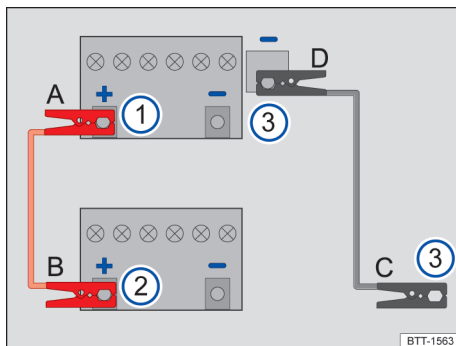
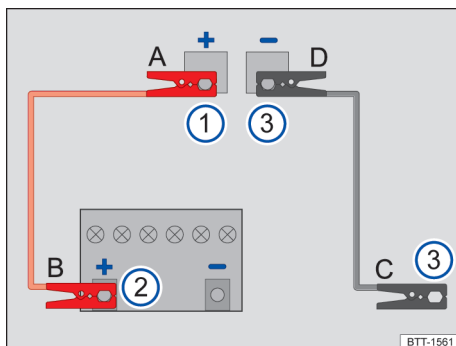

Fig. 214 Esquema para a conexão dos cabos auxiliares de partida (bateria do veículo 12 V no compartimento do motor).
Fig. 215 Esquema para a conexão dos cabos auxiliares de partida no veículo que presta auxílio à partida (bateria do veículo 12 V no compartimento de bagagem).
Legenda para Fig. 214 e Fig. 215:
Conectar o cabo auxiliar de partida somente na sequência **A – B – C – D** → Fig. 214.
- Conectar uma extremidade do cabo auxiliar de partida *vermelho* ao polo positivo (+) do veículo com a bateria do veículo 12 V descarregada → Fig. 214 ① → ▲.
- Conectar a outra extremidade do cabo auxiliar de partida *vermelho* ao polo positivo (+) do veículo fornecedor de corrente → Fig. 214 ②.
- Conectar a outra extremidade do cabo auxiliar de partida *preto* → Fig. 214 ③ do veículo híbrido com a bateria 12 V descarregada, de preferência, a um ponto de auxílio à partida (ponto de aterramento), ou então, a uma peça maciça de metal parafusada firmemente com o bloco do motor ou ao próprio bloco do motor → ▲.
Conectar o cabo auxiliar de partida somente na sequência **A – B – C – D** → Fig. 215.
- Conectar uma extremidade do cabo auxiliar de partida *vermelho* ao ponto de auxílio à partida (polo positivo) (+) do veículo com a bateria do veículo 12 V descarregada → Fig. 215 ① → ▲.
- Conectar a outra extremidade do cabo auxiliar de partida *vermelho* ao polo positivo (+) do veículo fornecedor de corrente → Fig. 215 ②.
- Conectar uma extremidade do cabo auxiliar de partida *preto* → Fig. 215 ③ no veículo com a bateria do veículo 12 V que fornecerá corrente, de preferência, num ponto de auxílio à partida (ponto de aterramento), ou então, numa peça metálica maciça firmemente aparafusada com o bloco do motor ou no próprio bloco do motor.
- Conectar a outra extremidade do cabo auxiliar de partida *preto* → Fig. 215 ④ do veículo híbrido com a bateria 12 V descarregada, de preferência, a um ponto de auxílio à partida (ponto de aterramento), ou então, a uma peça maciça de metal parafusada firmemente com o bloco do motor ou ao próprio bloco do motor → ▲.
- Desconectar o cabo auxiliar de partida com o motor em funcionamento somente na sequência **D – C – B – A** Fig. 214 ou → Fig. 215.